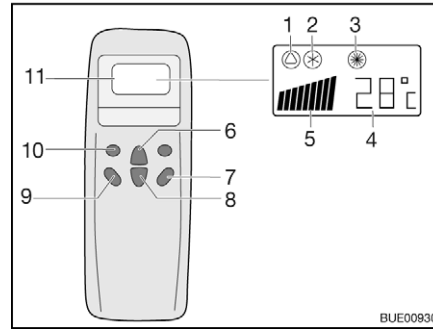
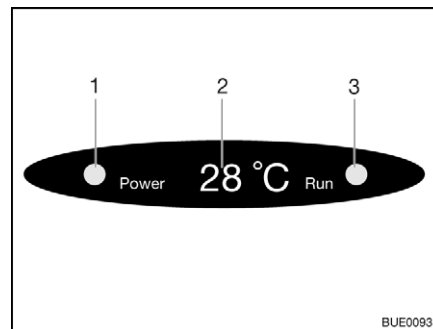

Fig. 173 Télécommande
Fig. 174 Affichage sur le diffuseur
- Appuyer sur la touche "ON/OFF" (Fig. 173,7).
- Appuyer sur la touche "Mode" (Fig. 173,10) autant de fois que nécessaire pour que le mode de fonctionnement souhaité (Fig. 173,1, 2 ou 3) s'affiche à l'écran. Le voyant de contrôle correspondant s'allume sur l'écran du diffuseur (Fig. 174,3).
- Régler la température souhaitée avec les touches d'augmentation de la température (Fig. 173,6) ou de diminution de la température (Fig. 173,8).
- Sélectionner le niveau de ventilation souhaité à l'aide de la touche de vitesse du ventilateur (Fig. 173,9).